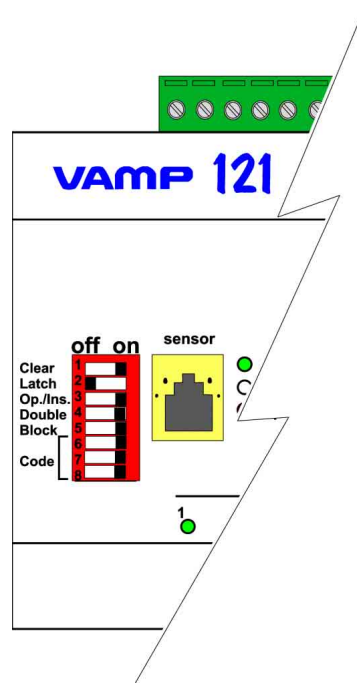

Рис. 2-1. Назначения dip-переключателей модуля VAMP 121
### Dip-переключатели 1-5 (см. рис. 2-1):
- Переключатель **Clear (Очистить)** (№ 1 на рис. 2-1) ставится в положение ON для сброса информации об активации и «отключении», а также перезапуска отключающего реле в случае его блокировки. Кроме того, этот переключатель используется для очистки аварийных сообщений. При работе системы, этот переключатель должен всегда быть в положении OFF .
- Переключатель **Latch (Фиксировать)** (№ 2 на рис. 2-1) обеспечивает механическую блокировку отключающего реле. Если он стоит в положении ON, то функция блокировки активирована.
- Переключатель **Install/Operate (Установка/Работа)** (№ 3 на рис. 2-1) используется для считывания конфигурации (число подсоединенных электродуговых сенсоров) в eeprom-память модуля. После того, как желаемое количество сенсоров подключено, переключатель на короткое время ставится в положение ON, чтобы позволить модулю зарегистрировать число подключенных сенсоров. При работе системы переключатель должен быть в положении Operate (OFF) для обеспечения функции самоконтроля.
- Переключатель **Double (Двойной)** (№ 4 на рис. 2-1) позволяет выбирать критерии «отключения». Если положение ON , то отключение происходит при активизации двух сенсорных входов. В положении OFF (норма) модуль срабатывает, если активируется хотя бы один из сенсорных входов.
- Переключатель **Block (Блокировать)** (№ 5 на рис. 2-1) временно блокирует отключающее реле (в положении ON ), напр., во время проверки модуля. При работе системы этот переключатель должен всегда быть в положении OFF . Когда переключатель стоит в ON, то активизирована аварийная сигнализация на сбой системы (System Fault). Эта же функция включается путем активизации бинарного входа на разъеме X2-7, X2-8 (см. раздел Входы). Если функция блокировки включена, то горит светодиодный индикатор ошибки и активизировано аварийное реле.
**Dip-переключатели 6-8 (Кодовые переключатели, см. рис. 2-1):**